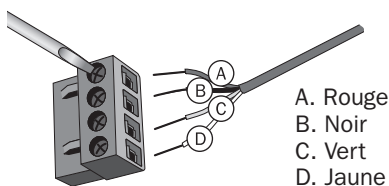

figure 12
3. Brancher les fils au connecteur du module. Insérer chacun des quatre fils de couleur dans la borne de couleur correspondante. Pour ce faire, dévisser la vis sur le côté de chaque borne, insérer le fil, et visser pour bien fixer le fil dans la borne. Répéter l'opération pour les trois autres fils (**figure 12**).